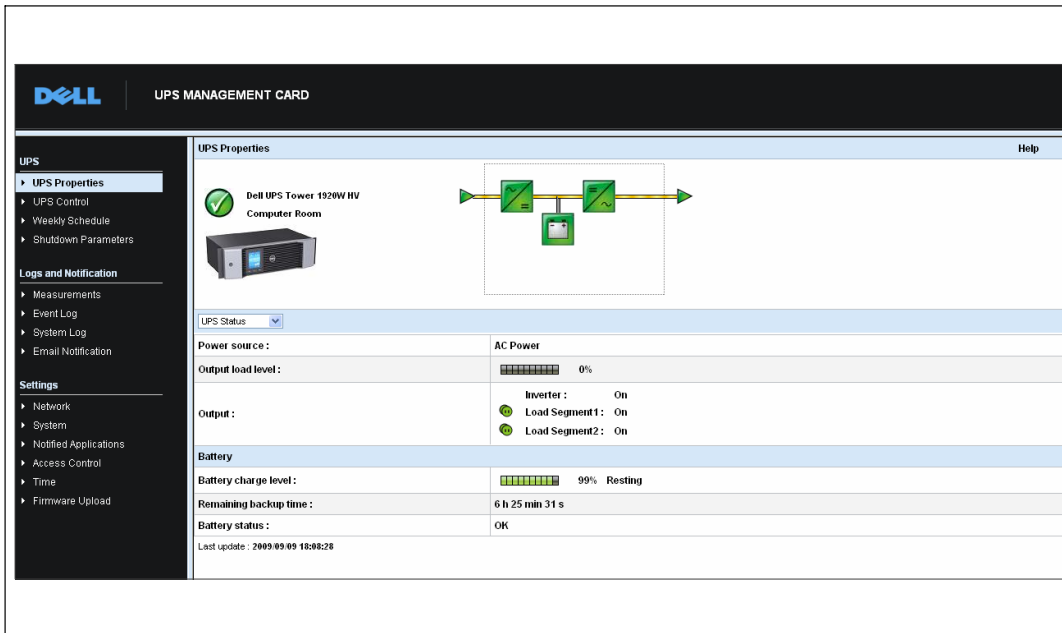

Abbildung 12. Startseite
- 2 Geben Sie die IP-Adresse der Karte (**https://IP-Adresse**) in die Adresszeile ein (IPv4 oder IPv6). Das Hauptmenü wird angezeigt (siehe Abbildung 12).